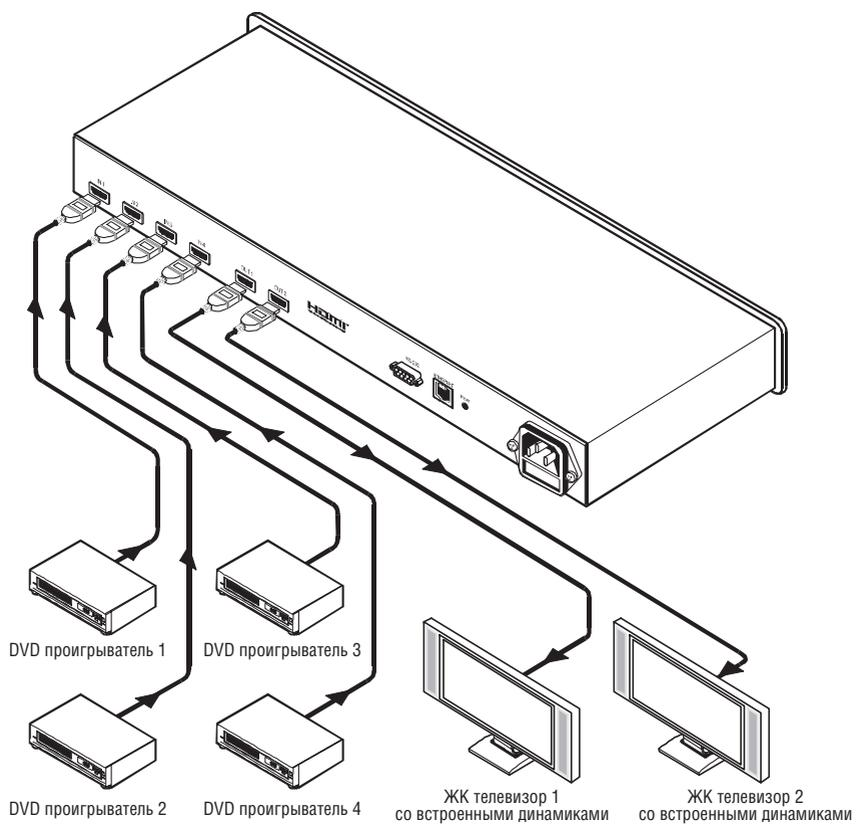

Рис. 2 Подключение матричного коммутатора VS-42H 4x2 HDMI
Для подключения матричного коммутатора **VS-42H** 4x2 HDMI, как показано в примере на рис. 2, выполнить следующее1:
4. Подключить шнур питания к электрической розетке (не показано на рис. 2).